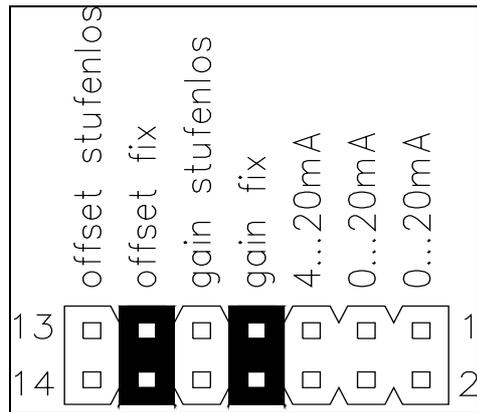

Bild 8: Jumpereinstellung für Gain und Offset fix E307006db
- Der Gain-Wert ist gesetzt auf "gain fix" = 1111 (siehe Bild 8).
Falls das Signal von einer Steuerung (z.B. SPS) verarbeitet wird, empfiehlt sich die Konfiguration mit fixem Gain und Offset (Offset = 0; Gain = 1111). Dazu werden die Jumper gemäss Bild 8 gesetzt. Bei dieser Einstellung wird das gute Temperaturverhalten des Hybridmoduls voll ausgenutzt. Das Ausgangssignal beträgt 10V bzw. 20mA bei Nennlast des Kraftaufnehmers.